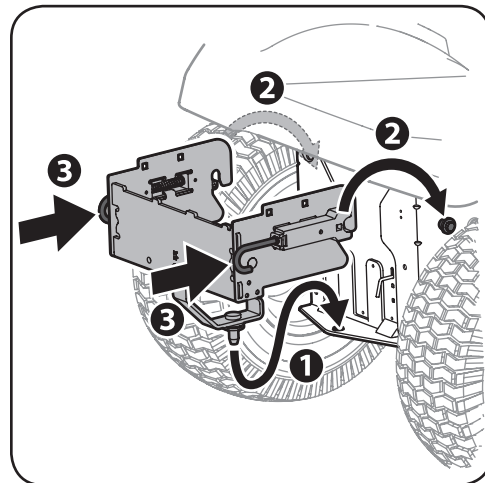

Figure 1-5
3. Insérez la goupille qui se trouve au bas du support d'attelage à un angle dans la plaque d'attelage sur le châssis de la tondeuse. Voir Figure 1-5 (1).
4. Accrochez le support d'attelage sur les boulons à épaulement qui se trouvent sur les côtés du châssis de la tondeuse. Voir Figure 1-5 (2).
5. Relâchez les goupilles en J du support d'attelage. Voir Figure 1-5 (3).